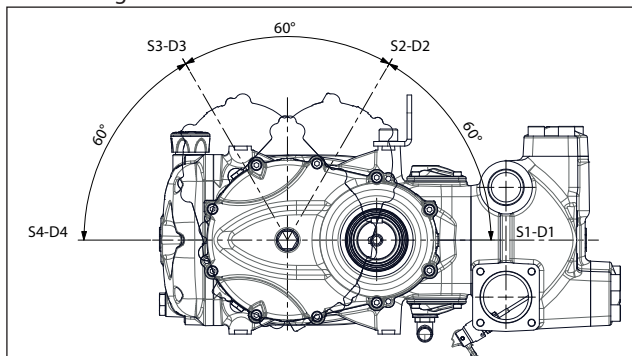

Fig. 7
~ 8,5 litri per le versioni con riduttore nelle pos. ① e ④ (Fig. 7).
È inoltre possibile posizionare il riduttore in 4 posizioni diverse come da Fig. 7.